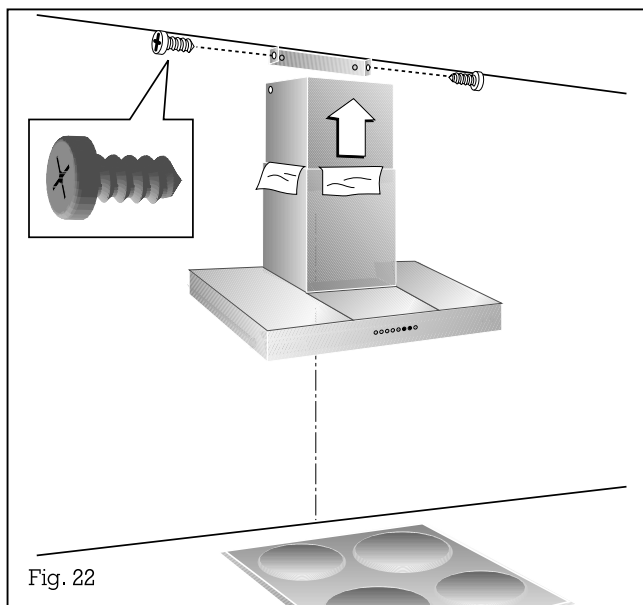

Fig. 22
- Dra skorstensöverdelen uppåt till dess slutgiltiga läge och fast den med 2 skruvar i takfästet (fig. 22).